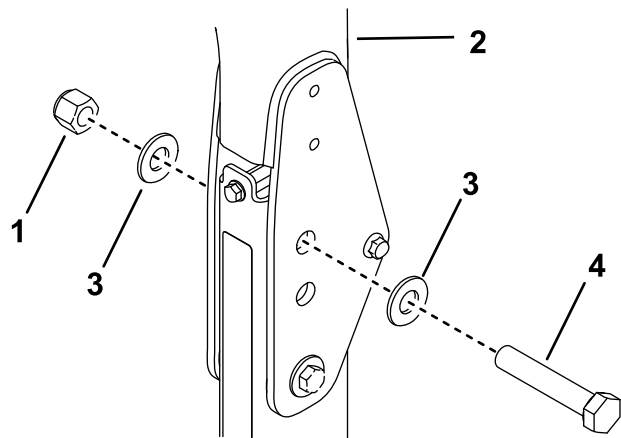

Figura 37
- Inserite una rondella (13/16" x 1½") su ciascun bullone (¾" x 4"), come illustrato nella Figura 37.
- Nei fori da cui sono state estratte le spine, installate bulloni e rondelle (Figura 37).
- Montate un'altra rondella su ciascun bullone e fissate con un dado (¾"), come illustrato nella Figura 37.